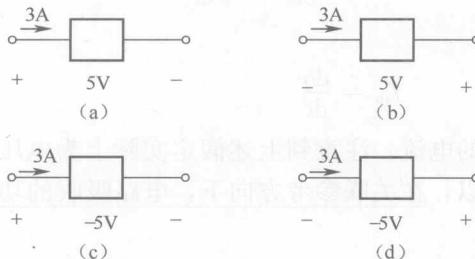

图 1.2.5 例 1.2.1 图
**例 1.2.1** 图 1.2.5 中，用方框代表某一电路元件，其电压、电流如图所示，求各图中元件吸收的功率，并说明该元件实际上是吸收还是输出功率？
解：① 图 1.2.5 (a) 中，电压、电流的参考方向关联，元件吸收的功率
② 图 1.2.5 (b) 中，参考方向非关联，元件吸收的功率
③ 图 1.2.5 (c) 中，参考方向关联，元件吸收的功率
④ 图 1.2.5 (d) 中, 参考方向非关联, 元件吸收的功率